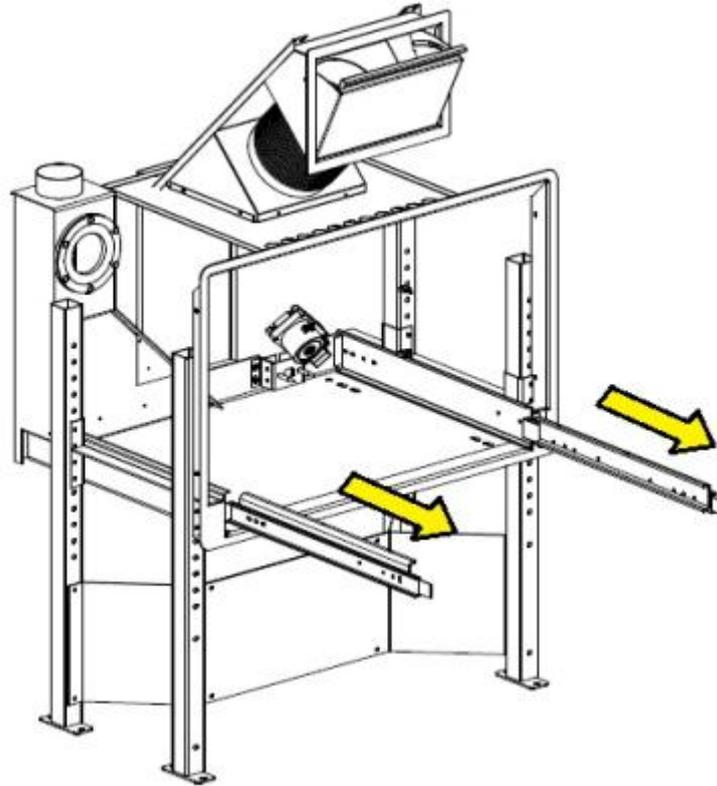

Fig 18 - Estrazione guide
- Estrarre del tutto le guide dallo scheletro (come indicato in Fig 18 a pag. 20).